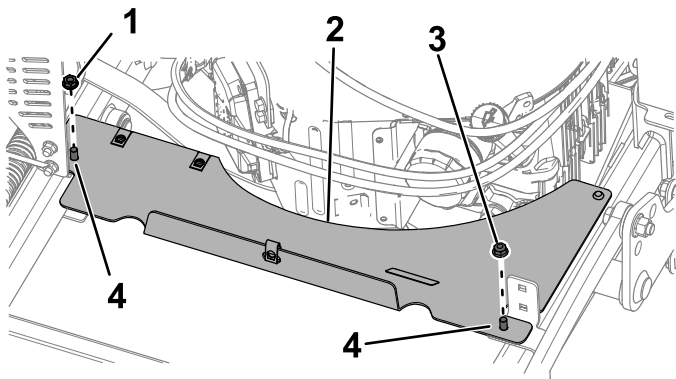

図 32
4. ガードエクステンションをキャリッジボルトに固定している六角ナット5/16"とナット5/16"を外す 図 32。ガードエクステンションを外す。
- 図 32のようにエクステンションガードを取り付ける。ナットを 20-25 N·m2.0-2.5 kg.m = 15-18 ft-lbにトルク締めする。